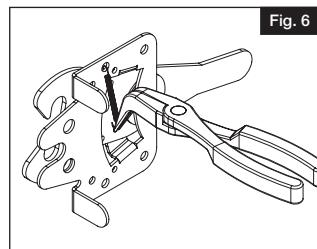

Fig. 6
- b. Retirar cuidadosamente el resorte de la placa y del brazo de oscilación con pequeños alicates de punta de aguja, teniendo cuidado de no doblar ni romper los extremos en forma de gancho del resorte (Fig. 6).